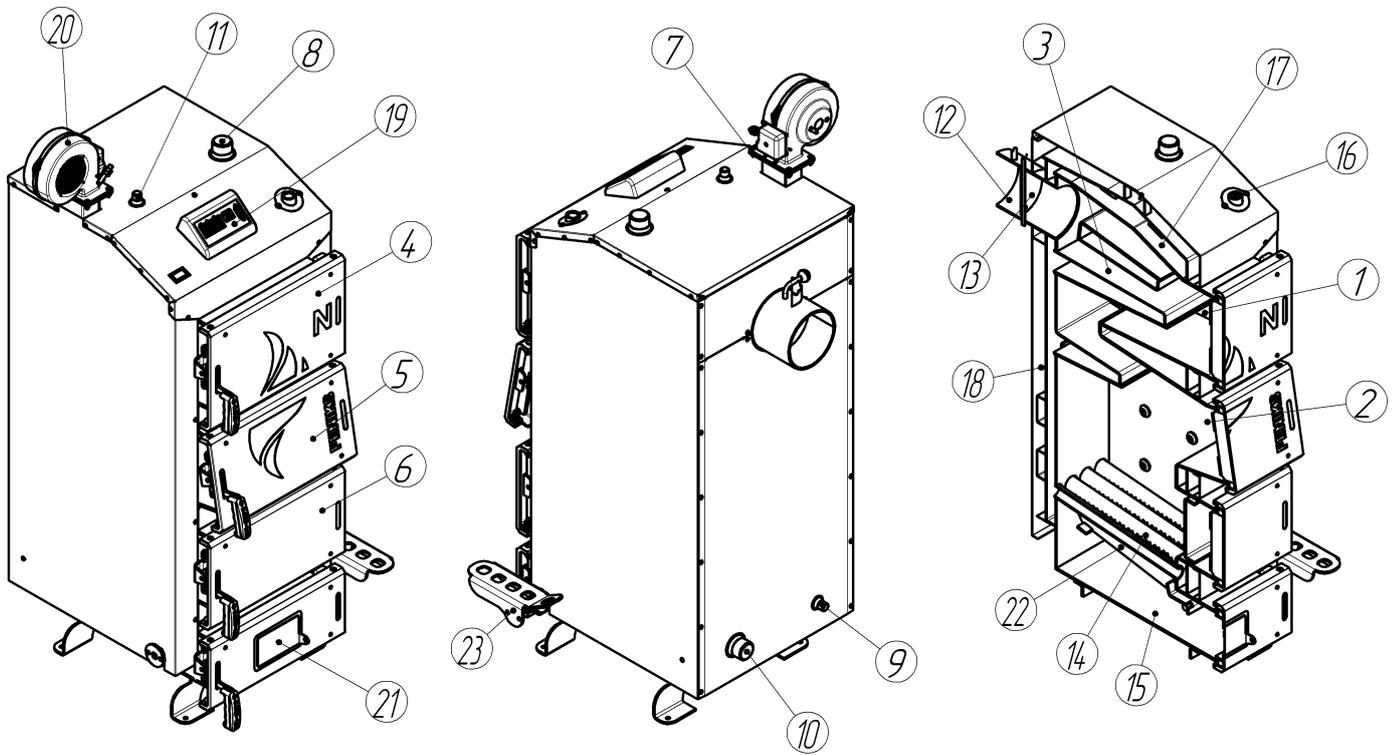

Рисунок 2 – Зовнішній вигляд та основні елементи котла
Конструктивно котел являє собою збірно-зварену конструкцію, що складається з корпусу (поз. 1, рис. 2) з камерою згоряння (топкою) (поз. 2, рис. 2). Конвекційна частина котла складається з багатогодового теплообмінника (поз. 3, рис. 2)
Корпус котла виконаний в формі паралелепіпеду з подвійними стінками, які розділені водними перегородками (поз. 17, рис. 2). На зовнішній поверхні корпуса під декоративною обшивкою закріплена теплова ізоляція. (поз. 18, рис. 2).
Паливо для процесу спалення завантажується на колосникові ґрати (поз. 14, рис. 2) крізь завантажувальні дверцята (поз. 5, рис. 2). Колосникові ґрати виконані з товстостінних безшовних труб по яких постійно циркулює вода з водяної оболонки котла. Згоряння палива в топці відбувається за участю повітря, яке постачається під колосникові ґрати припливним вентилятором (поз. 20, рис. 2). Кількість повітря, необхідного для процесу згоряння, регулюється автоматично блоком автоматики управління (поз. 19, рис. 2), або за допомогою терморегулятора.
Підведення і відведення теплоносія здійснюється відповідно через патрубки зворотної мережної води (поз. 9, рис. 2) і прямої мережної води (поз. 8, рис. 2).
Топочні гази виходять у димохід крізь боров (поз. 12, рис. 2), розташований у задній частині котла. Боров обладнано вбудованим дросельним клапаном продуктів згоряння – шибером (поз. 13, рис. 2). У випадку надто високої тяги у димоході шибер дає можливість її знизити шляхом часткового перекидання вихідного отвору борова.
Зола, яка утворюється в процесі згоряння палива, зсипається в нижню частину корпуса - зольник (поз. 15, рис. 2).
- з вентилятор та блоком автоматичного управління – припливним вентилятором (поз. 20, рис. 2) під колосникові ґрати та через бокові форсунки по каналу подачі повітря. Кількість повітря, необхідного для процесу згоряння, регулюється автоматично контролером (поз. 19, рис. 2).
У верхній частині корпуса котла розташований штуцер для встановлення запобіжного клапана або групи безпеки котла (поз. 11, рис. 2).
Для можливості встановлення вентилятора зверху корпуса котла ,передбачений отвір, який заглушено кришкою (поз. 7, рис. 2).
Ревізійний дверцята (поз. 6, рис. 2), що розташовані на передній стінці котла, необхідні для періодичного чищення колосникових ґрат, а також для можливості спорожнення – зольника.
Для можливості періодичного обслуговування (чищення) теплообмінника передбачені дверцята у верхній частині котла (поз. 4, рис. 2).
Регулятор тяги необхідно приєднати до патрубку з внутрішньою різьбою, який знаходиться у верхній частині корпусу (рис. 2). Різьбове з'єднання при цьому потрібно ущільнити. Регулятор повернути таким чином, щоб наконечник для закріплення шестигранного важеля (з комплекту регулятора) був направлений вправо.